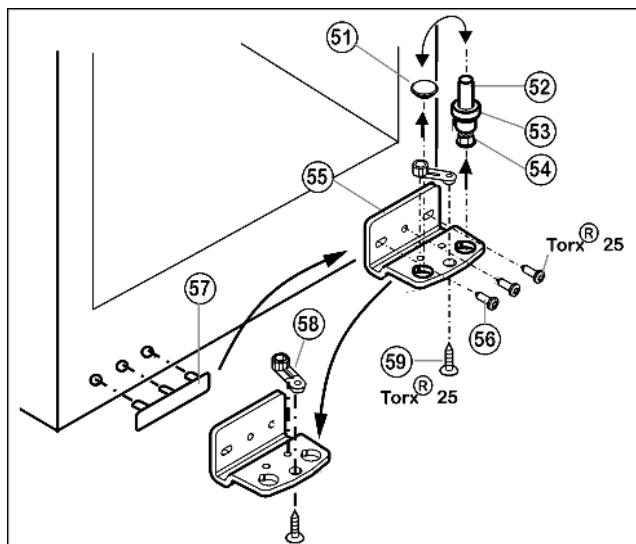

Fig. 14
- ▶ Извлеките опорный винт Fig. 14 (52) в комплекте с шайбой Fig. 14 (53) и регулируемой опорой Fig. 14 (54), вытягивая его вверх.
- ▶ Снимите пробку Fig. 14 (51).
- ▶ Открутите Fig. 14 (56) опорный кронштейн Fig. 14 (55).
- ▶ Открутите Fig. 14 (59) опорную деталь Fig. 14 (58) и, переставив в отверстие на противоположной стороне опорного кронштейна, снова прикрутите.
- ▶ Осторожно снимите и переставьте на противоположную сторону крышку со стороны ручки Fig. 14 (57).
- ▶ Снова прикрутите опорный кронштейн Fig. 14 (55) на новой стороне шарнира (**с моментом 4 Нм**). При необходимости используйте аккумуляторный шуруповерт.
- ▶ Переставьте пробку Fig. 14 (51) в свободное отверстие.
- ▶ Вновь установите опорный винт Fig. 14 (52) в комплекте с шайбой и регулируемой опорой. При этом фиксатор должен быть направлен назад.